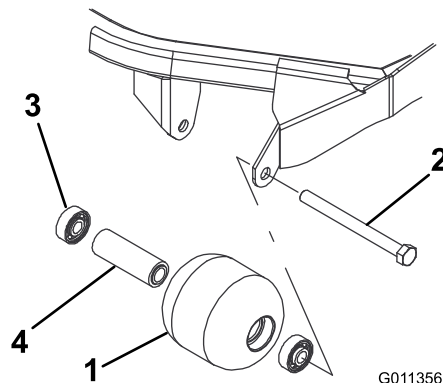

図 68
1. ローラ取り付けボルトを外す 図 68。
4. ローラハウジング、ベアリング、ベアリングスペーサに破損がないか点検する 図 68。
1. 第一のベアリングをローラハウジングに押し込む 図 68。アウターレースのみを押すか、インナーレースとアウターレースを均等に押すかする。
2. スペーサを入れる 図 68。
3. 第二のベアリングをローラハウジングに入れる 図 68 このときは、インナーレースがスペーサに接触するまで、インナーレースとアウターレースを均等に押す。